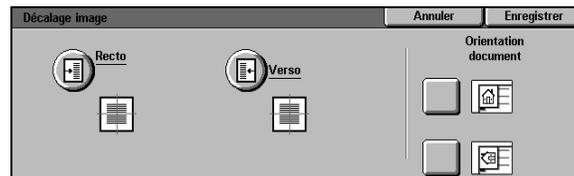

Figure 22 : Écran Décalage image
- 1 Appuyez sur **Décalage image** dans l'onglet Autres fonctions afin d'accéder à l'écran correspondant (voir la figure 22).